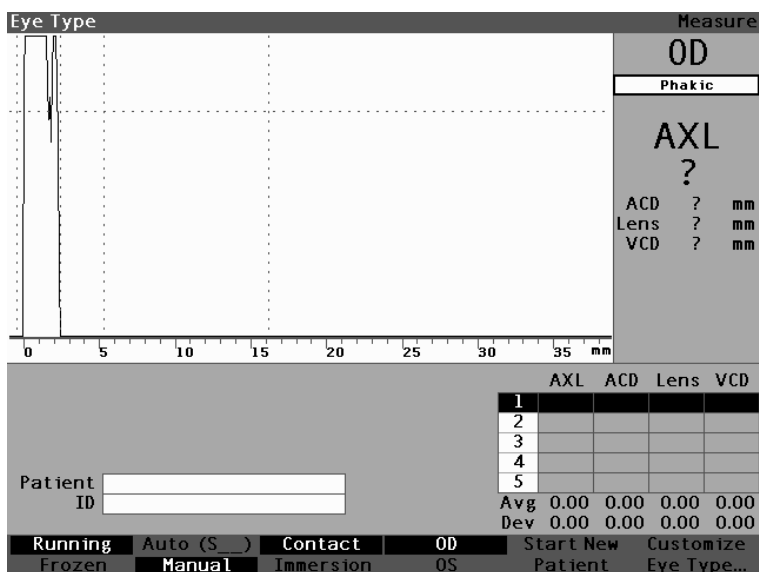

Figura 6-2 Tipo de ojo seleccionado
1. En la pantalla Measurement (Medición), gire el control giratorio para seleccionar el tipo de ojo ubicado en la parte superior derecha de la pantalla. La selección se indica con un borde negro continuo. (Consulte la Figura 6-2 a continuación)